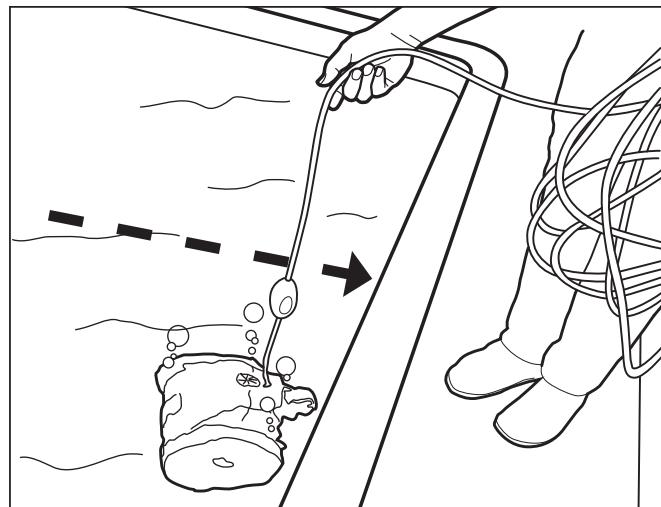

Figura 7. Retire el limpiador de la piscina
- Una vez que el ciclo de limpieza se ha completado y el periodo de 15 minutos de enfriamiento ha transcurrido, tire suavemente del cable flotante hacia el lado de la piscina (Consulte la Figura 7).